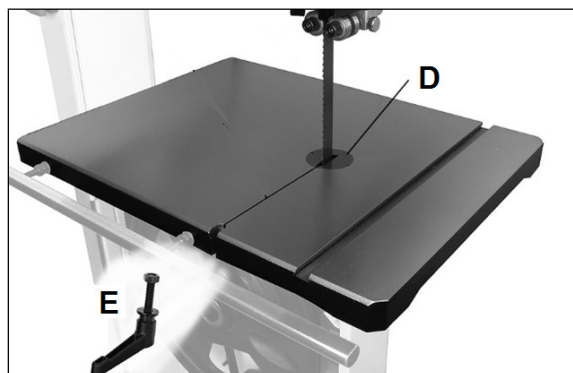

Рисунок 28
Снимите вкладыш стола (D, рис. 28) и рукоятку прорези стола (E).